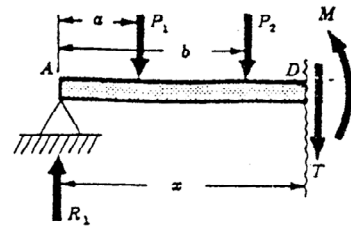

Fig. 2
**MOMENTO RESISTENTE.** El par  $M$  representado en la Fig. 2 se llama momento resistente en la sección  $D$ . La magnitud de  $M$  puede hallarse utilizando una ecuación de la estática que expresa que la suma de los momentos de todas las fuerzas respecto a un eje que pasa por  $D$  y es perpendicular al plano del papel, es cero. Así.
**CORTANTE RESISTENTE.** La fuerza vertical  $T$  representada en la Fig. 2 de más arriba se llama cortante resistente en la sección  $D$ . Para que exista equilibrio de fuerzas en la dirección vertical